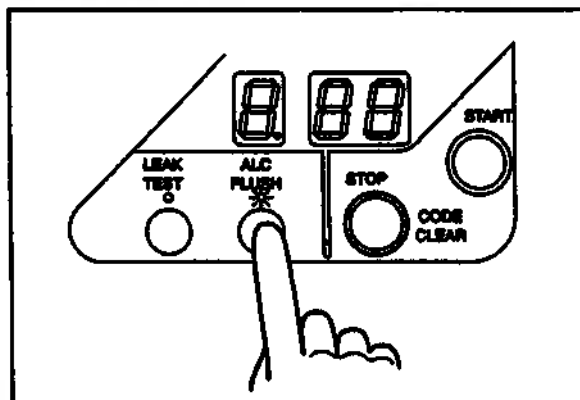

Рис. 5.13
3. Нажмите кнопку «ALC FLUSH» на главной панели управления (см. рис. 5.13).